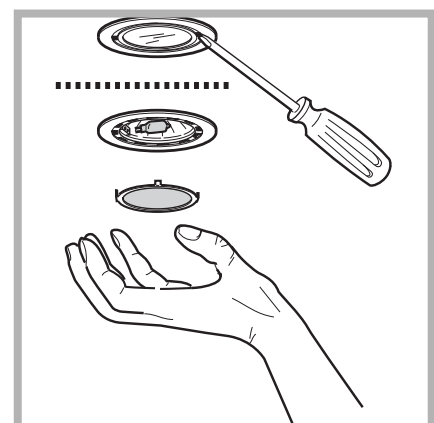

Fig. 4
- Entfernen Sie die Lampe; heben Sie diese hierzu mit einem kleinen Flachschaubenzieher an (Abb. 4).